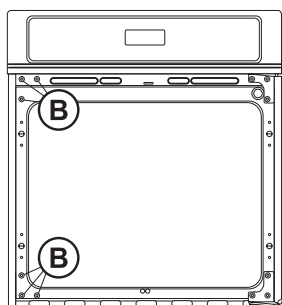

Figura 11
- 4.2.5. Vuelva a colocar los seis (6) tornillos y arandelas que quitó en el paso 1 en el lado izquierdo del bastidor del horno (ver **B**, Figura 11).